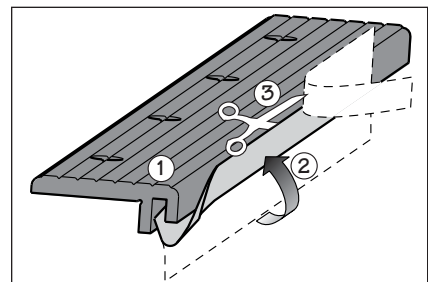

Figure 9 : Collage du ruban UHPM sur la lèvre du coulisseau
1. Décoller la pellicule protectrice, puis apposer le ruban à l'intérieur de la lèvre du coulisseau, comme l'illustre la **figure 9**. S'assurer qu'il est bien collé.